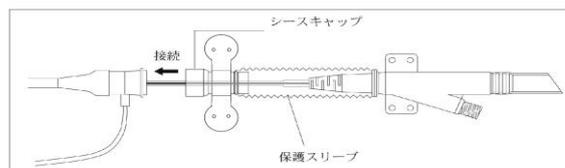

図 5. 保護スリーブ
- (3) 分岐部のガス用チューブから空気抜きシリンジを外し、駆動ガス用チューブの白いコネクタ側を分岐部のガス用チューブに接続する。
- (4) ゲティンゲグループ・ジャパン社駆動装置に接続する場合は専用アダプタ付き駆動ガス用チューブの専用アダプタ側を駆動装置に接続する。テレフレックス社駆動装置、泉工社駆動装置と接続する場合、該当するアダプタをゼオメディカル社製駆動ガス用チューブの後端(“装置側”ラベル側)に接続し、アダプタを駆動装置に接続する。
- (5) 各社の駆動装置の添付文書等に従い、バルーン回路内のヘリウム置換を行う。
- (6) 駆動を開始する。X線透視下にてバルーンが十分拡張していることを確認すること。
- (7) バルーン先端位置を X線透視下にてよく確認する。
- (8) シース挿入の場合で保護スリーブを用いる際には、先端のシースキャップの部分をシースボディにはめ込む。(図 5 参照)